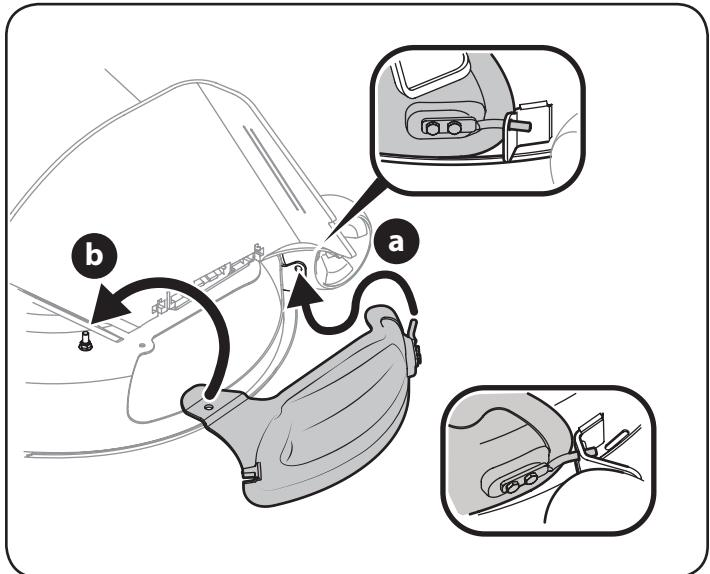

Figure 4
- a. Pour installer le couvercle de déchiqueteuse, faites pivoter la goulotte d'évacuation vers le haut. Consultez la Figure 4. Insérez la tige du couvercle de déchiqueteuse dans l'orifice situé sur le support (ou sur le support de la roue du plateau de coupe, sur les modèles qui en sont équipés).